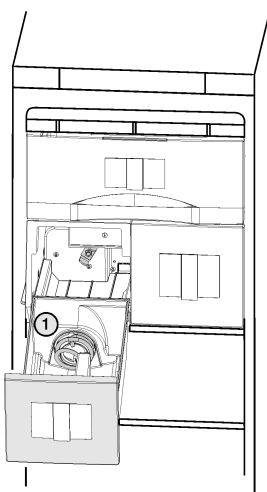

Fig. 10
- A l'issue du nettoyage, insérer de nouveau le bac jusqu'à la butée. Si le bac ne se laisse pas insérer complètement, tourner la vis sans fin Fig. 10 (1).